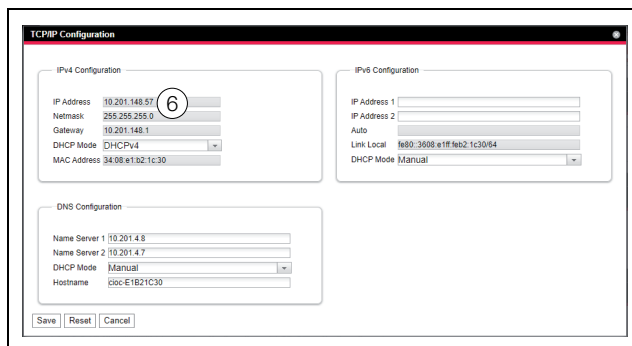

Imagen 98: Adaptación de los ajustes TCP/IP
- Modifica en la ventana **TCP/IP Configuration** en el marco de grupo **IPv4 Configuration** la dirección IP del equipo por una dirección permitida en la red (imagen 98, pos. 6).